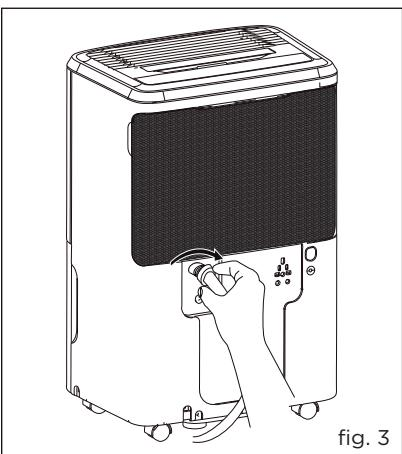

fig. 3
- d. Atornille la manguera de jardín en la parte roscada del conector de drenaje. (fig.3)